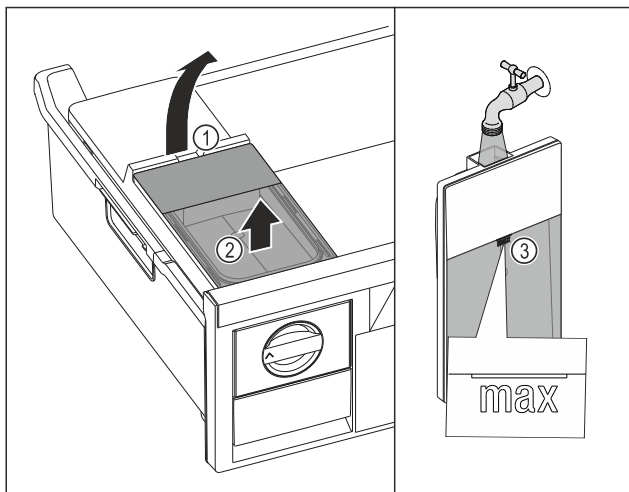

Fig. 124
- Tõstke veepaak väljalõikest Fig. 124 (1) üles.
- Võtke veepaak ülespoole välja. Fig. 124 (2)
- Täitke veepaak märgistuseni Fig. 124 (3) joogiveega.